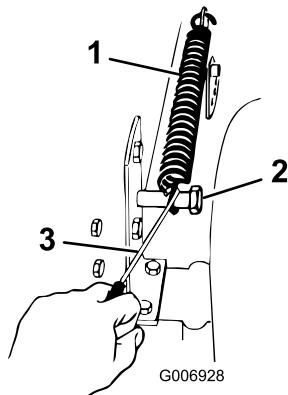

Figure 37
5. Enlevez le ressort compensateur de hauteur de coupe du boulon de fixation (Figure 37). Ce ressort se trouve entre le châssis et la roue arrière droite.
13. Placez le levier de hauteur de coupe à la position "D". Accrochez le ressort de compensation au boulon de fixation pour ne pas le perdre (Figure 37).